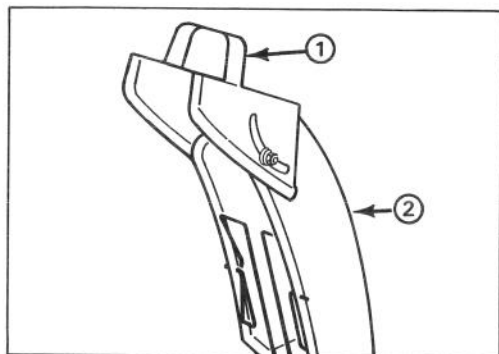

Abbildung 12
4. Langsam 0,62 Liter SAE 5W30 oder SAE 10 Öl in die Einfüllöffnung gießen (Abb. 12). Für den Motor ist ausschließlich hochwertiges HD-Öl der API-Klasse SC, SD, oder SE zu benutzen.
Griff am Ablenklech (Abb. 12)—Der Ablenklech-Griff sitzt oben am Auswurf und bestimmt die Schneeauswurfhöhe.